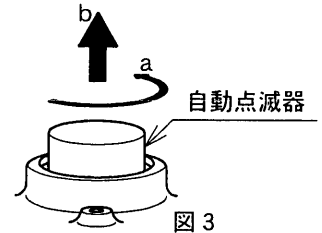

図3
- ③ 自動点滅器をで外してください。（図3 a、bの手順にて）
- ④ 新しい自動点滅器をソケットに取りつけてください。